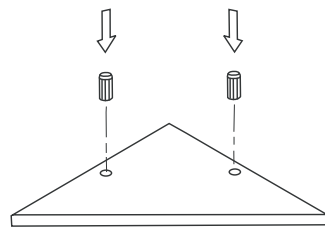
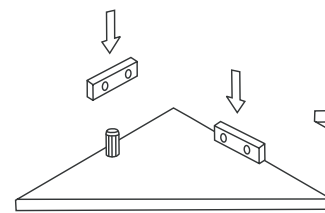

Figure 1
Figure 2
Étape 2: Insérez les chevilles longues dans la tablette, tel qu'illustré à la **Figure 1**. Glissez les supports en bois sur les chevilles en bois, tel qu'illustré à la **Figure 2**.